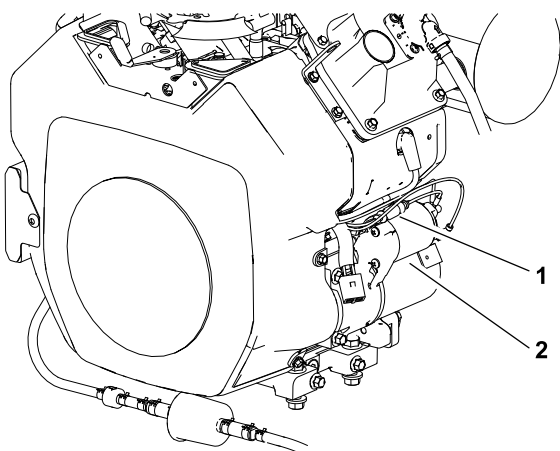

Figura 41
2. Perto do motor de arranque, separe as metades do porta-fusíveis da cablagem do motor (Figura 41).
5. Monte as metades do porta-fusíveis (Figura 41).